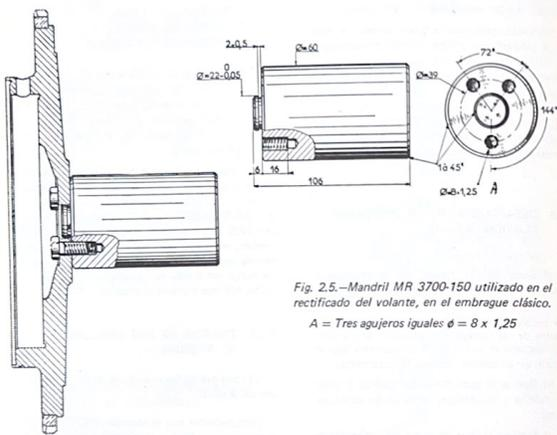
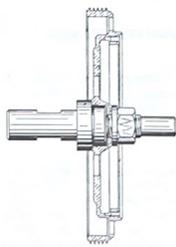

Fig. 2.5.—Mandril MR 3700-150 utilizado en el rectificado del volante, en el embrague clásico.
Fig. 2.6.—Mandril MR 3700-100 utilizado en el rectificado del tambor de embrague, en el embrague centrífugo.
Las dos operaciones deben ser efectuadas sin retirar la pieza del torno, con el fin de conservar el paralelismo de las dos zonas rectificadas (mandril MR-3700-150) (fig. 2.5). Utilizar el mandril MR-3700-100 (fig. 2.6) para el rectificado del tambor, en el embrague centrífugo, teniendo en cuenta que la superficie de fricción y apoyo de las masas no puede ser retocada; si está defectuosa, hay que cambiar el tambor.
- a) Rectificar el apoyo del disco en el tambor (mandril MR-3700-100, fig. 2.6). Rectificar en la misma cuantía la zona de apoyo de la tapa de chapa sobre el tambor.
- b) Montar el rodamiento (6) en el tambor con ayuda de un mandril y bajo presión, con dicho rodamiento previamente engrasado.